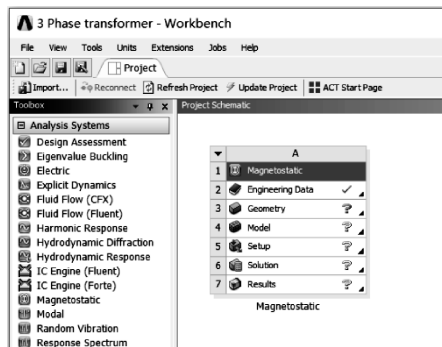

图 10-9 创建三相变压器电磁分析
(1) 在工具箱【Toolbox】的【Analysis Systems】中双击或拖动静磁场分析【Magnetostatic】到项目分析流程图，如图 10-9 所示。
(2) 在 Workbench 的工具栏中单击【Save】，保存项目实例名为 3Phase transformer. wbpj。工程实例文件保存在 D:\AWB\Chapter10 文件夹中。